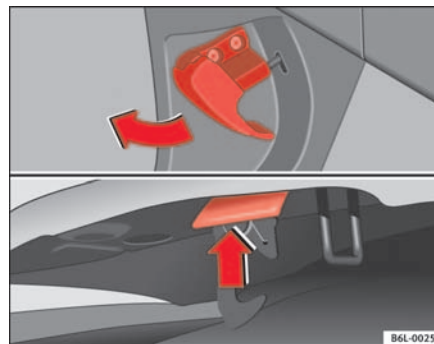

Fig. 120 Gâchette d'ouverture du capot moteur.
- Tirez sur le levier qui se trouve sous le combiné d'instruments ⇒ fig. 120 dans le sens indiqué par la flèche. Le capot se débloque grâce à l'action du ressort ⇒ ⚠.